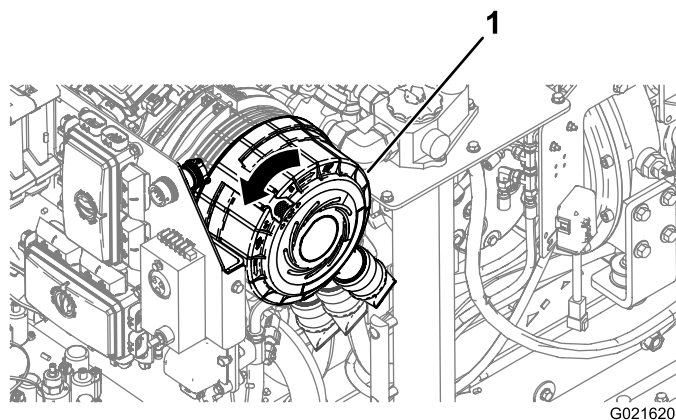

Figura 117
6. Gire a tampa do filtro no sentido anti-horário até que o protetor de poeira esteja na posição de 4 horas (Figura 117).
4. Gire a tampa do filtro do purificador de ar no sentido horário até que o protetor de poeira esteja na posição de 4 horas (Figura 117).
- Empurre o fecho na tampa do filtro do purificador de ar até assentá-lo completamente (Figura 117).